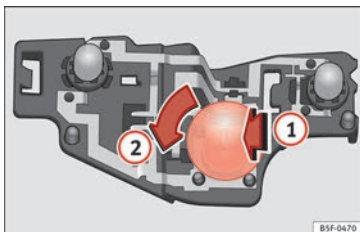

Fig. 222 Emplacement des ampoules sur le support d'ampoules.
- Insérez l'ampoule dans le support en appuyant légèrement » **fig. 222** **1**, tournez-la ensuite vers la gauche **2** et retirez l'ampoule défectueuse.